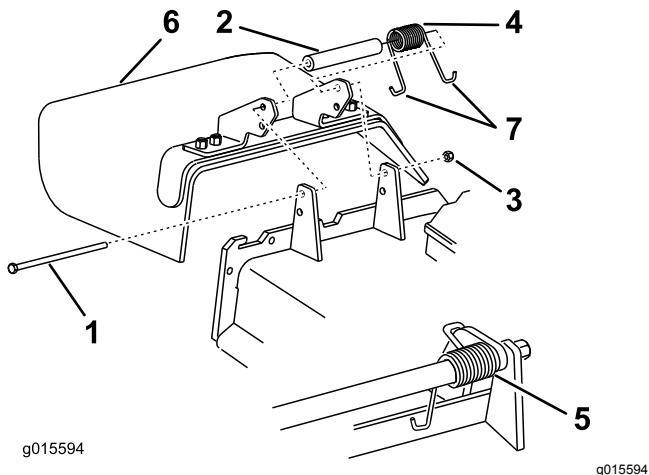

Figure 84
1. Retirez le contre-écrou, le boulon, le ressort et l'entretoise qui fixent le déflecteur aux supports de pivot (Figure 84).
**Remarque:** Prenez soin de placer 1 extrémité en J du ressort derrière le bord du tablier avant de mettre le boulon en place, comme montré à la Figure 84.
6. Accrochez l'extrémité en J du ressort au déflecteur d'herbe (Figure 84).